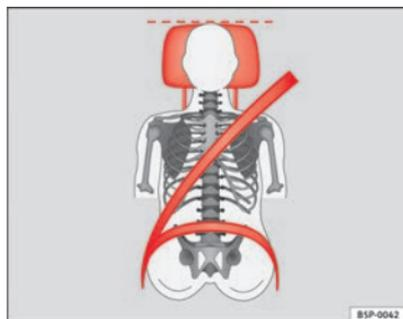
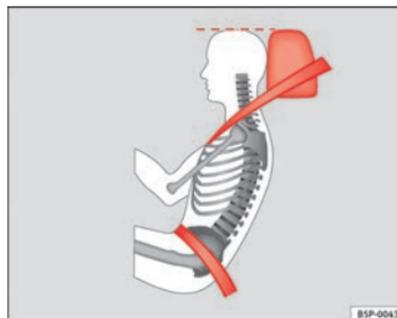

Fig. 88 Visto de frente:
Fig. 89 Visto de lado:
- Ajuste el apoyacabezas de modo que el borde superior del mismo quede a la misma altura que la parte superior de la cabeza, como mínimo a la altura de los ojos ⇒ fig. 88 y ⇒ fig. 89.